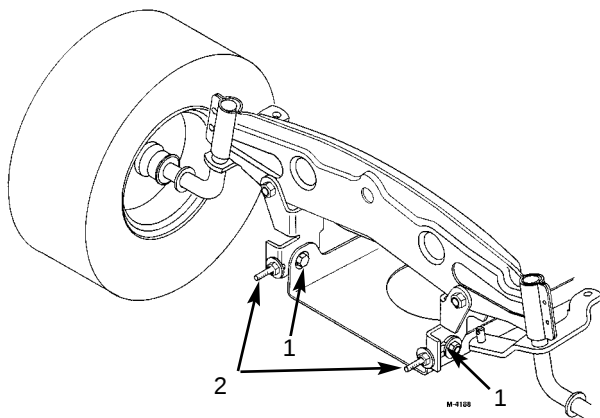

Fig. 52
8. Drej låsemøtrikkerne på øjeboltene for at ændre indstillingen (fig. 52). Klippeenhedens forende løftes ved at stramme øjeboltens låsemøtrikker. Klippeenhedens forende sænkes ved at løsne øjeboltens låsemøtrikker.
9. Når begge øjeboltes låsemøtrikker er indstillet lige, kontrolleres for-til-bag hældningen igen. Fortsæt med at justere øjeboltene, indtil den forreste knivspids er 0–9,2mm lavere end den bageste knivspids (fig. 52).
10. Når for-til-bag hældningen er korrekt, strammes drejplademonteringsboltene (fig. 52).